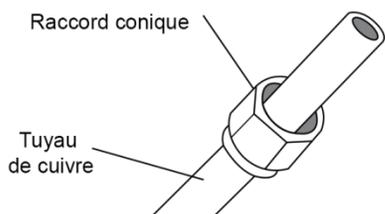

Fig. 7.3
3. Placez les raccords coniques aux deux extrémités du tuyau. Veillez à ce qu'ils soient orientés dans la bonne direction, car vous ne pouvez pas les remettre ou changer le sens par la suite. Voir Fig. 7.3